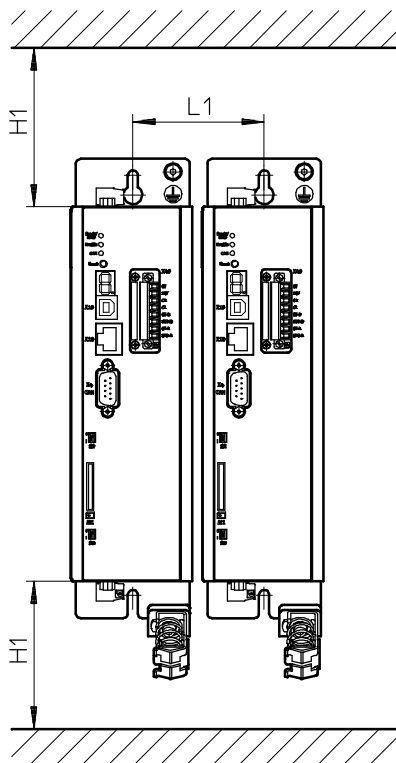

Fig. 3.2 Contrôleur de moteur CMMP-AS-...-M0 : Distance et espace de montage
- Les contrôleurs de moteur de la gamme CMMP-AS-...-M0 sont conçus de sorte que pour un usage normal et une installation conforme, il soit possible des les monter directement à la suite sur une embase de montage de dissipation de la chaleur. Nous attirons votre attention sur le fait qu'une surchauffe peut entraîner un vieillissement prématuré et/ou l'endommagement de l'appareil. En cas de contrainte thermique élevée imposée au contrôleur de moteur CMMP-AS-...-M0, il est recommandé de respecter une certaine distance de montage (→ Fig. 3.2) !